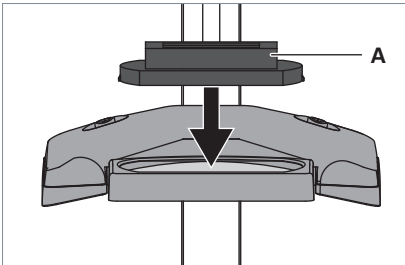

Fig. 3: Lupenabdeckung montieren.
- ▶ Drücken Sie die Lupenabdeckung **A** von oben auf die Lupe, siehe Fig. 3. Die Lupenabdeckung rastet in den Leuchtenkopf ein.